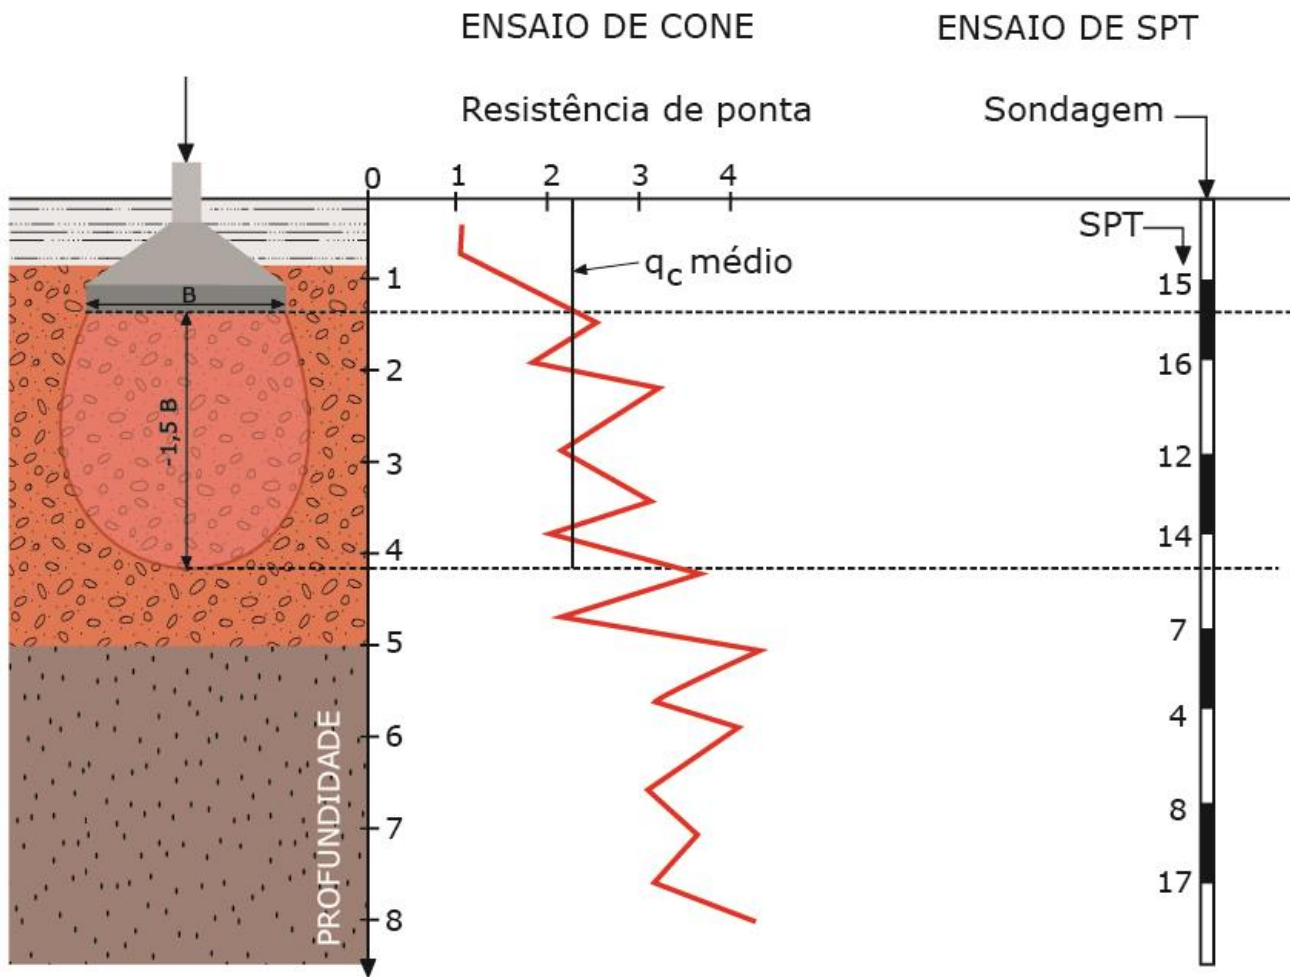

Figura 34: Dados de sondagem de um solo de uma fundação *versus* bulbo de pressão atuante
Perceba que o bulbo de tensões vai definir inclusive a região limite até onde vamos estudar a resistência do solo para fundações superficiais. Veja o exemplo da Figura 34. Como disse, considera-se o bulbo de tensões para acréscimos de até 10% de carga aplicada pela fundação. Assim, quando formos analisar a resistência/módulo de elasticidade do solo para uma **sapata** como na Figura 34, consideraremos as cargas até a **profundidade** que resulte no **bulbo de 10%**, o que para sapatas corresponde a 1,5 a 2 vezes a sua largura (B), ou seja, **1,5 a 2 vezes B** .